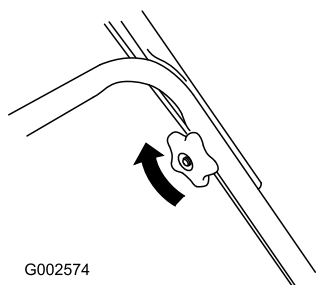

Figure 4
2. Apriete los pomos del manillar (Figure 4).